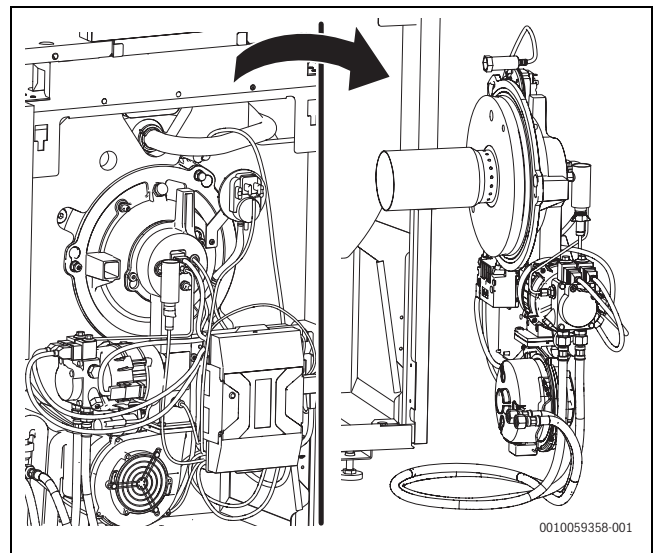

Bild 76 Brenner komplett in Serviceposition 1
- ▶ Brenner komplett herausnehmen und in Serviceposition einhängen (→ Bild 76).